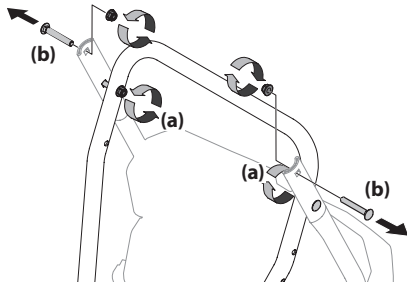
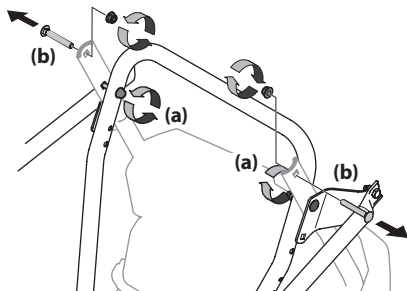

Figura 2-1
Figura 2-2
- Aflore las dos tuercas superiores (a) que fijan la manija superior e inferior y extraiga los dos tornillos del carro (b) de la manija superiores y póngalos aparte como se muestra en la Figura 2-1 o Figura 2-2 para unidades con soportes laterales.